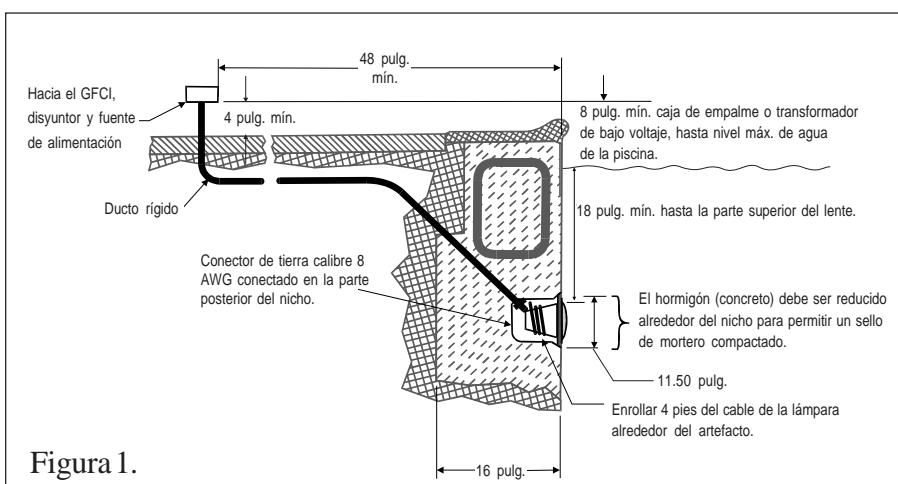

Figura 1.
- A. Pasos de preparación que el electricista debe llevar a cabo antes de la instalación del artefacto de iluminación; véase la Figura 1.
- La caja de empalme (o el transformador de bajo voltaje en el caso de modelos de 12 voltios) debe estar ubicada a un mínimo de 20,32 cm (8 pulg.) por encima del nivel máximo de agua de la piscina y al menos 1,22 m (48 pulg.) del borde de la piscina; véase la Figura 1.
- El nicho en húmedo debe estar correctamente instalado de manera que el borde superior del lente de la lámpara subácea se encuentre a un mínimo de 45,72 cm (18 pulg.) por debajo de la superficie del agua de la piscina; véase la Figura 1. [En Canadá, a una profundidad máxima de 50,8 cm (20 pulg.).]
- El nicho en húmedo debe tener conexión eléctrica apropiada y estar puesto adecuadamente puesto a tierra mediante conector de tierra de calibre No. 8 AWG ubicado en la parte posterior del nicho; véase la Figura 1.
- Alimente el cable a través del ducto hasta la caja de empalme, dejando por lo menos un tramo de 1,20 m (4 pies) en el punto del artefacto de iluminación para enrollar alrededor de la lámpara; véase la Figura 1. Este tramo de cable alrededor de la lámpara permite efectuar el mantenimiento de la misma una vez que la piscina esté llena de agua.
- b. La caja de empalme (o el transformador de bajo voltaje en el caso de modelos de 12 voltios) debe estar ubicada a un mínimo de 20,32 cm (8 pulg.) por encima del nivel máximo de agua de la piscina y al menos 1,22 m (48 pulg.) del borde de la piscina; véase la Figura 1.
- d. El nicho en húmedo debe estar correctamente instalado de manera que el borde superior del lente de la lámpara subácea se encuentre a un mínimo de 45,72 cm (18 pulg.) por debajo de la superficie del agua de la piscina; véase la Figura 1.
- e. El nicho en húmedo debe tener conexión eléctrica apropiada y estar puesto adecuadamente puesto a tierra mediante conector de tierra de calibre No. 8 AWG ubicado en la parte posterior del nicho; véase la Figura 1.
5. Deje por lo menos un tramo de 1,20 m (4 pies) para enrollarlo alrededor de la lámpara; véase la Figura 1. Este tramo de cable enrollado alrededor de la lámpara permite efectuar el mantenimiento de la misma una vez que la piscina esté llena de agua.